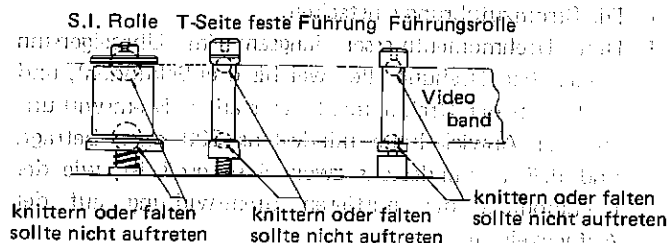

Abbildung 22.
1. Prüfen, daß die Kanten des Videobandes während des Bandtransportes, wie gezeigt in Abb. 22, nicht falten oder knittern.